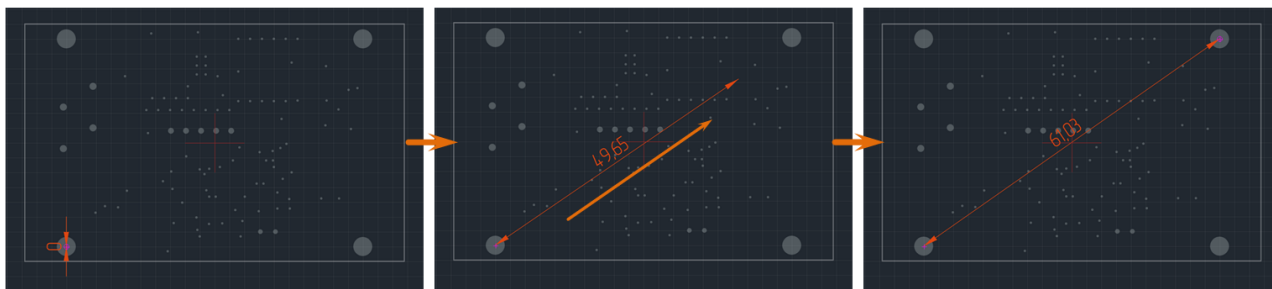

Рис. 398 Размещение диагональной размерной линии
4. Переместите курсор, определяя положение второй выносной линии, см. Рис. 398. Установите длину и направление выносных линий, перемещая курсор. Возможный вид размерной линии будет отображаться на экране.